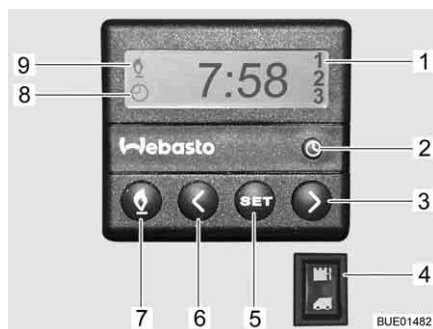

Fig. 171 Centralina di controllo per riscaldamento fisso
- Premere il tasto (Fig. 171,7). Il funzionamento del riscaldamento viene indicato con il simbolo (Fig. 171,9). La ventola viene inserita solo quando la temperatura dell'acqua di raffreddamento è pari a 30 °C.
- Premere il tasto (Fig. 171,7). Il simbolo (Fig. 171,9) si spegne.
- Premere l'interruttore (Fig. 171,4) in alto. Il motore viene preriscaldato. La ventola viene inserita immediatamente.
- Premere l'interruttore (Fig. 171,4) in basso. Il motore rimane freddo.
- Premere il tasto (Fig. 171,2). L'impostazione dell'ora viene indicata con il simbolo (Fig. 171,8).
- Impostare l'ora con i tasti (Fig. 171,3 e 6).
- Premere il tasto (Fig. 171,5).
- Impostare l'orario di accensione con i tasti (Fig. 171,3 e 6) entro 10 secondi.
- Premere il tasto (Fig. 171,5) fino a che nel display (Fig. 171,1) non appare il numero di programmazione desiderato.